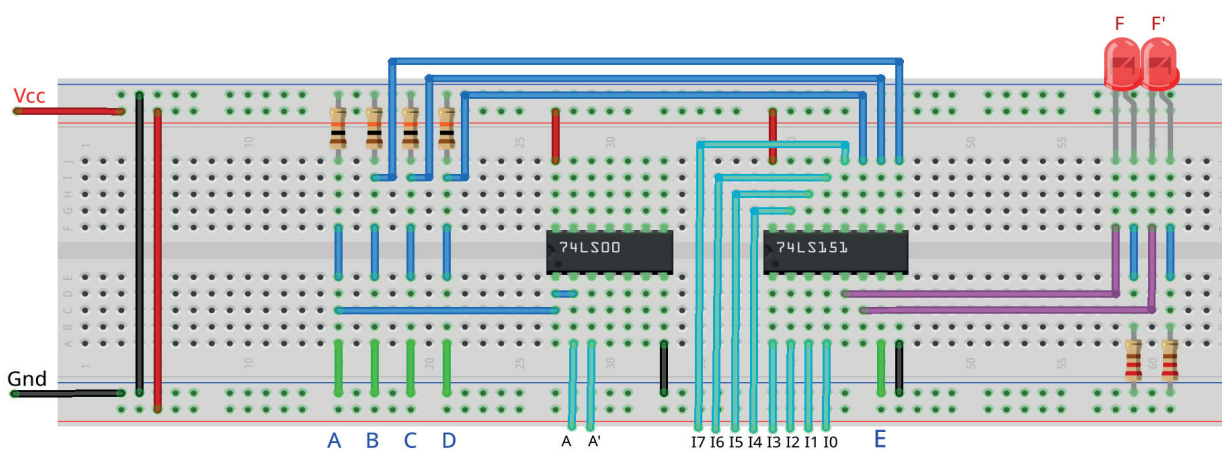

Figura 8.13 – Disposição dos componentes na placa de montagem.
3. Monte o circuito na placa de montagem, conforme figura 8.13.